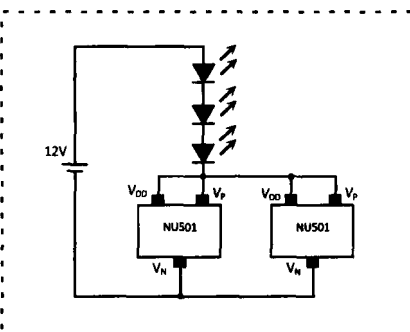

图 13
5. 增加输出电流的驱动电路 如果单个 NU501 输出的电流太小,可以采用并联几个 NU501 的方法来增加输出电流,如图 13 所示。例如并联两个 NU501-1A18。则可输出 36mA 电流。